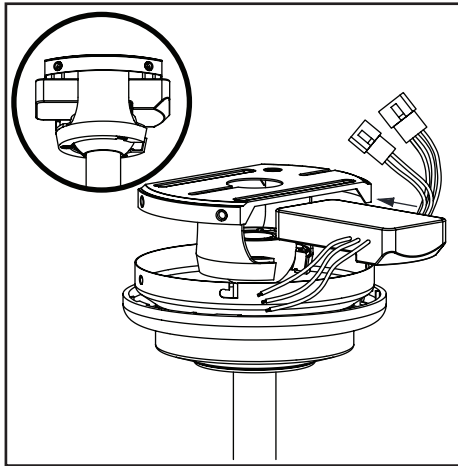

Figura 10
2. Inserta el extremo angosto del receptor (como se muestra: el lado plano hacia el techo) en el soporte de montaje deslizante hasta dejarlo apoyado en la parte superior del conjunto de tubo bajante/esfera. (Figura 10)